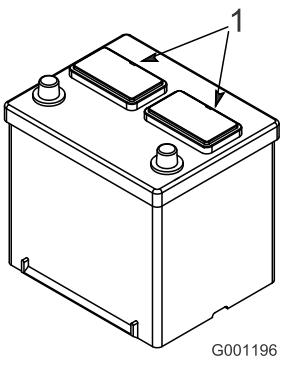

図 3
- バッテリーの上部をきれいに拭い、キャップを取り外す(図 3)。